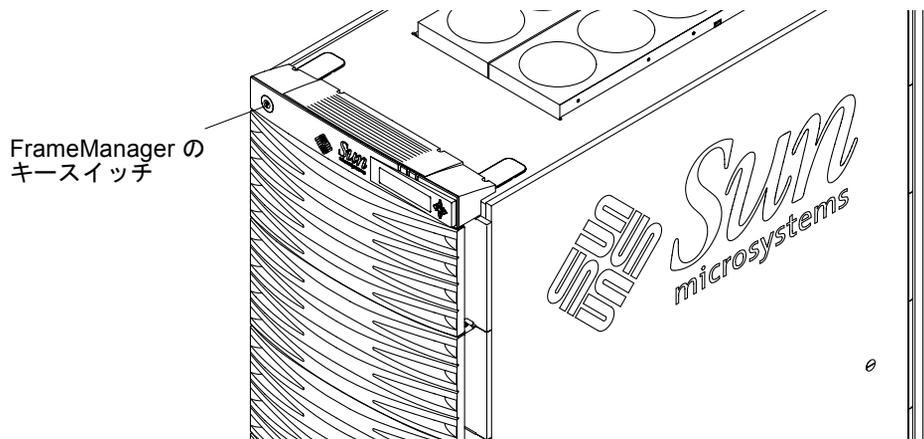

図 2-1 Sun Fire システムキャビネットの FrameManager (上面図)
2. Sun Fire E6900 システムまたは Sun Fire キャビネットに搭載された Sun Fire E4900 システムを使用している場合は、FrameManager のキースイッチをオフの位置に入れます (図 2-1)。
5. Sun Fire キャビネットに搭載されていない Sun Fire E4900 システムを使用している場合は、次の手順に進みます。Sun Fire E6900 システムまたは Sun Fire キャビネットに搭載された Sun Fire E4900 システムを使用している場合は、FrameManager のキースwitchをオンの位置に入れます (図 2-1)。